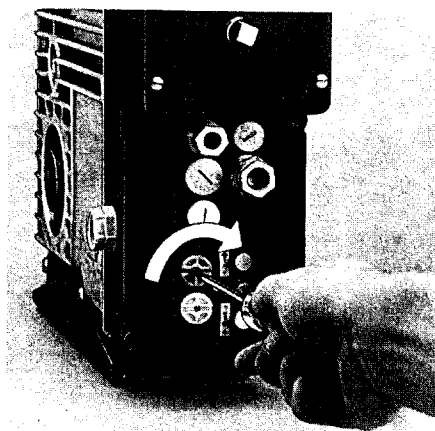
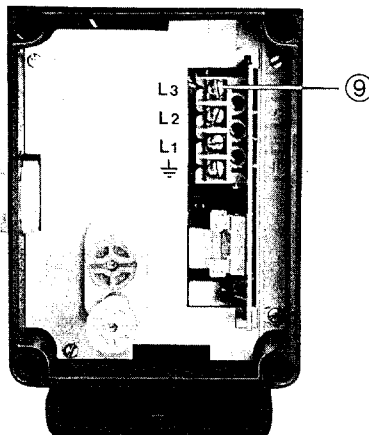

Abb. 5
Abb. 2*
- Gelben Taster drücken und gelbes Einstellrändel mit Schraubendreher oder Münze in »-« Richtung (gegen Uhrzeigersinn) drehen, bis Antrieb stoppt. Dann in » + « Richtung (im Uhrzeigersinn) drehen, bis gewünschte Endlage erreicht ist (siehe Abb. 5).
- Abdeckkappe für Endlageneinstellung abnehmen (siehe Abb. 2) und Einstellung der Endlagen vornehmen. Siehe auch Abschnitt Einstellung der Endlagen und Abb. 5.
Die SOMFY Compact® Wechselstromausführungen sind nicht mit den in Abb. 2, Pos. 6, 7, 8 beschriebenen Tastern für die Montage ausgerüstet. Hierfür bitte Taster des Spezialmontagekabels verwenden.
- Abdeckkappe für Endlageneinstellung abnehmen (s. Abb. 2).
* Einzelheit Abb. 2